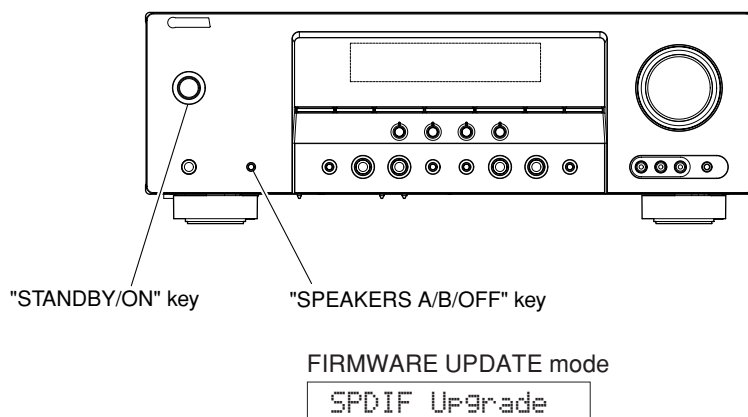

Fig. 2
- While pressing the "STANDBY/ON" key and "SPEAKERS A/B/OFF" key of the main unit simultaneously, connect the power cable of the main unit to the AC outlet. (Fig. 2)
The FIRMWARE UPDATE mode will then be activated and "SPDIF Upgrade" is displayed. (Fig. 2)
- 本機の"STANDBY/ON"キーと、"SPEAKERS A/B/OFF"キーを押しながら、本機の電源コードをACコンセントに接続します。(Fig. 2)
FIRMWARE UPDATEモードが起動し、"SPDIF Upgrade"が表示されます。(Fig. 2)